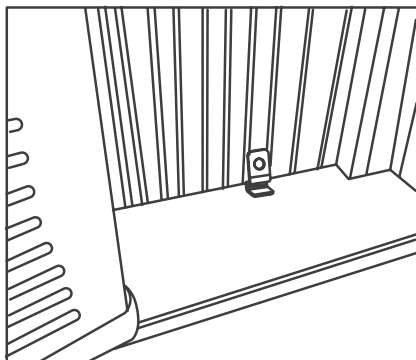
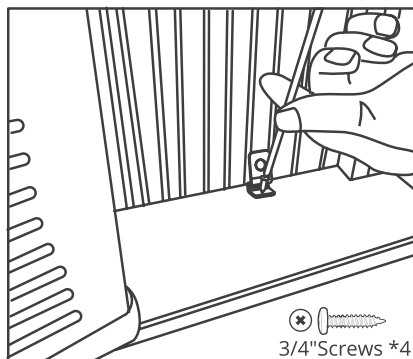

Fig.7
Fig.8
4. Coloque el seguro del marco entre las extensiones del marco y el alféizar de la ventana como se muestra (Fig. 7). Coloque tornillos de bloqueo de 3/4" (19 mm) a través del seguro del marco y dentro del alféizar (Fig. 8).